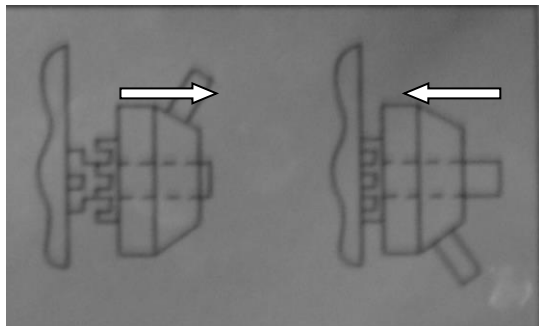

Рис.12
Точное перемещение фрезерной головки осуществляется вращением маховика микроподачи (2), при подключенной полумуфте когда рукоятки вертикальной подачи (3) сдвинуты к фрезерной головке (см. Рис.12).